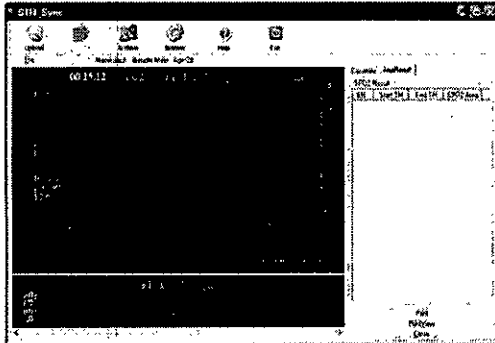

Imagen 6-17
- Si la versión del dispositivo es Con Blueth, el sistema mostrará un cuadro de diálogo como el siguiente. Al finalizar la recepción de los datos, el sistema entrará directamente a la interfaz de carga, como se muestra en la imagen 6-16 (casos de ECG) y la imagen 6-17 (casos SpO₂)
La interfaz principal de "Revisar" se muestra en la imagen 6-16 (Caso de ECG) o la imagen 6-17 (Caso de SpO₂).
- ◆ Caso de SpO₂: Muestra la tendencia SpO₂ y FP (imagen 6-17)